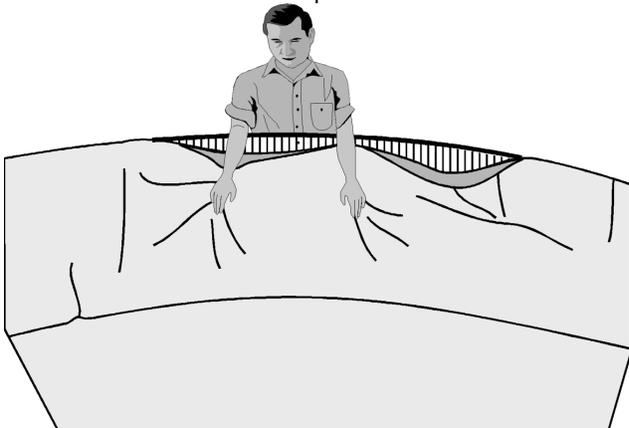

Abb. 15
### 2. Ausrichten der Folie (Abb. 15, 11)
- Ziehen Sie die Folie locker über den Stahlmantelrand und fixieren Sie die Folie mit Poolcoping (Abb. 15, 16). Ziehen Sie die Folie zu diesem Zeitpunkt noch nicht straff.